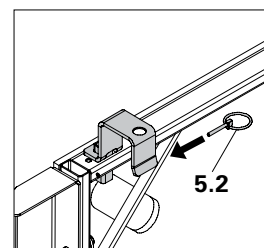

Fig. A7.05
2. Bloquer en position la sécurité anti-soulèvement MXK à l'aide d'une goupille rabattable (5.2). (Fig. A7.05 et A7.06)